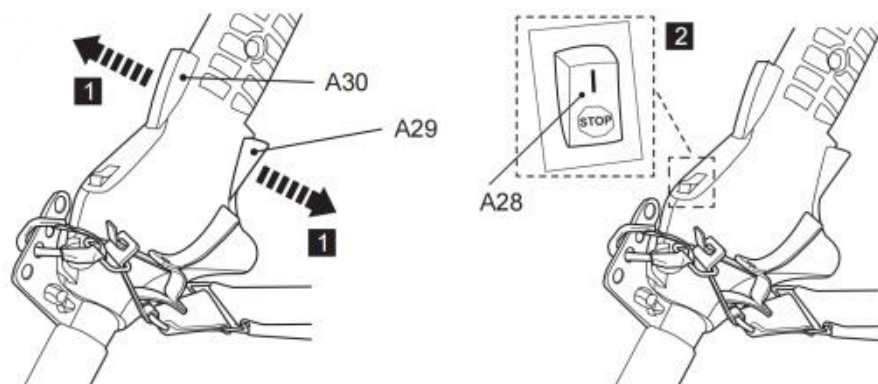

Fig. 42
2. Réglez le commutateur d'allumage (A28) sur la position « STOP » (Fig. 42).